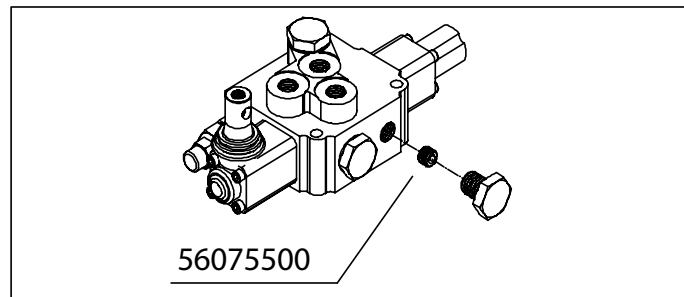

Рис. 9. Вставка пробки
- Вставить пробку в распределительный клапан см. рис.9.